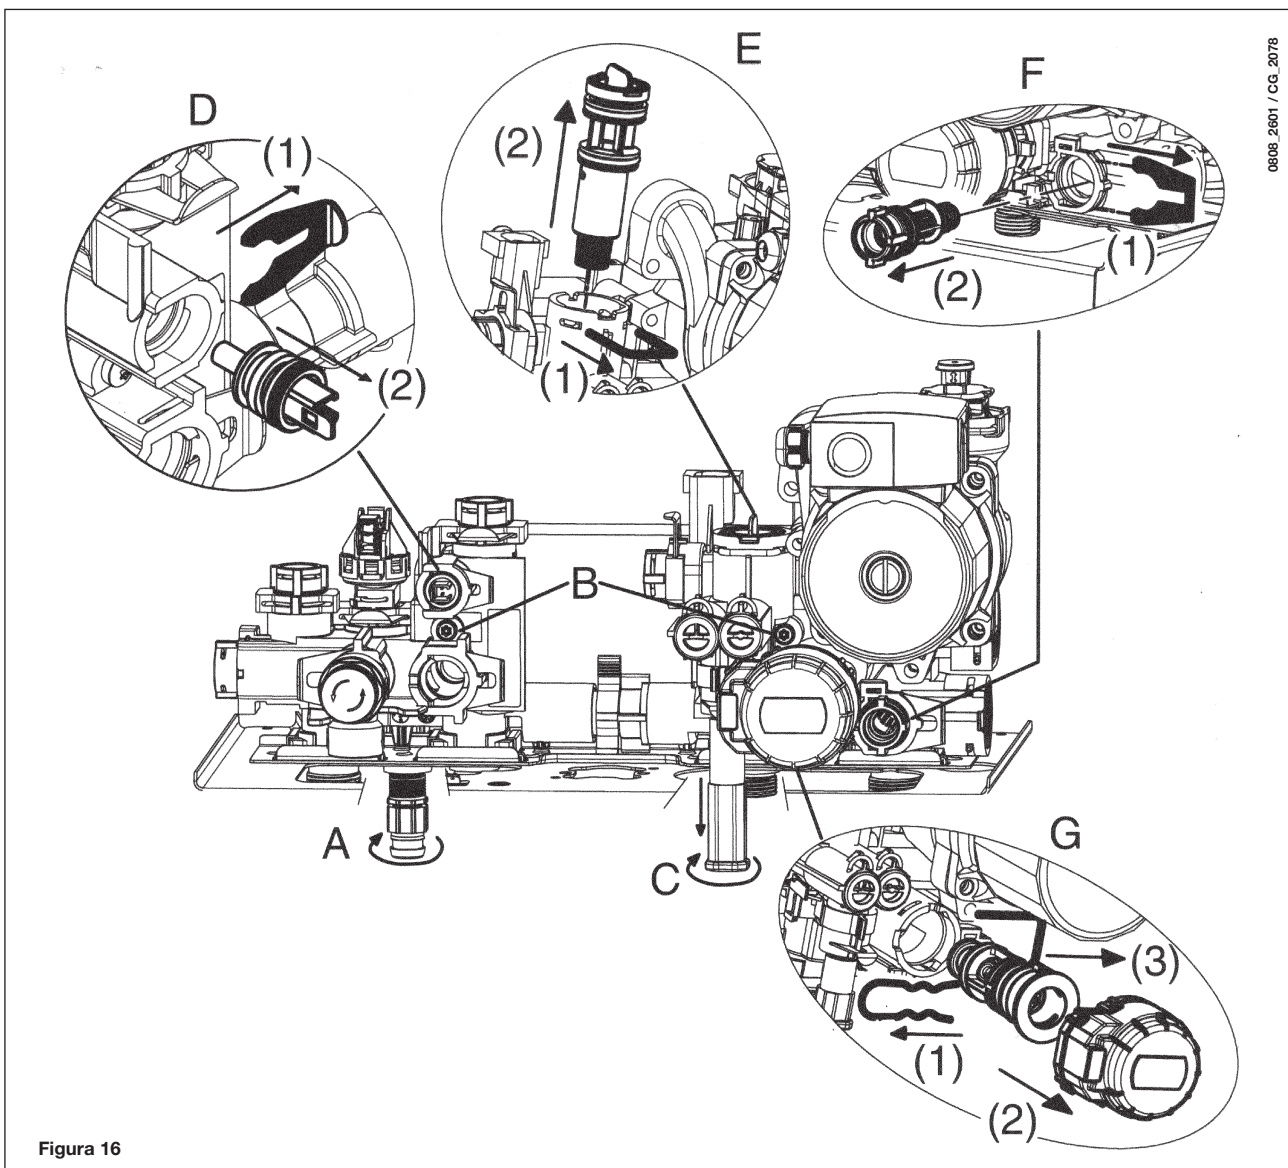

Figura 16
- vacíe el agua contenida en el circuito de calefacción abriendo el grifo A de la figura 16;
- Quite la grapa 1E de la figura 16